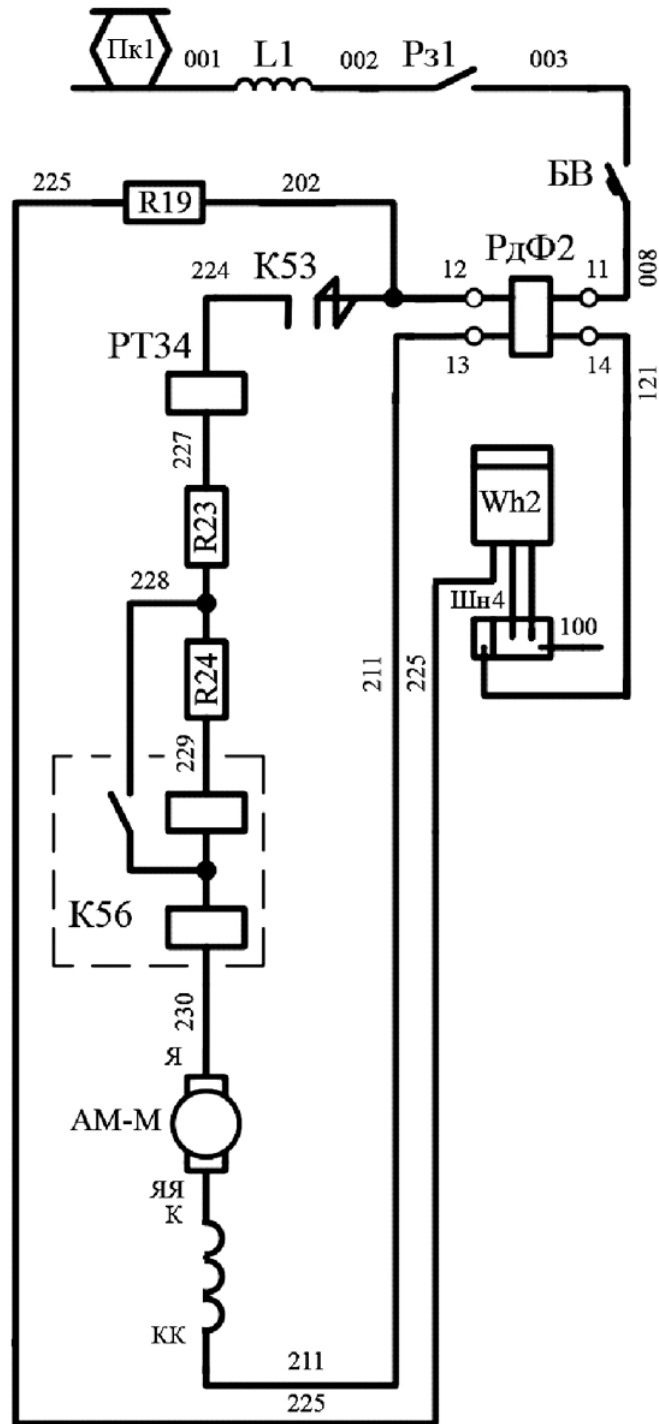

Рис. 192. Схема силовых цепей преобразователя
2. Якорь электродвигателя преобразователя подключается к контактной сети по цепи (рис. 192):